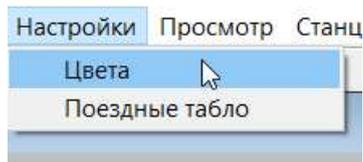

Рис.335.
9.1.2 Пункт меню «Настройки/Цвета» клиента ГИД предназначен для управления настройками цветовой схемы элементов табло. (см. рис. 335).